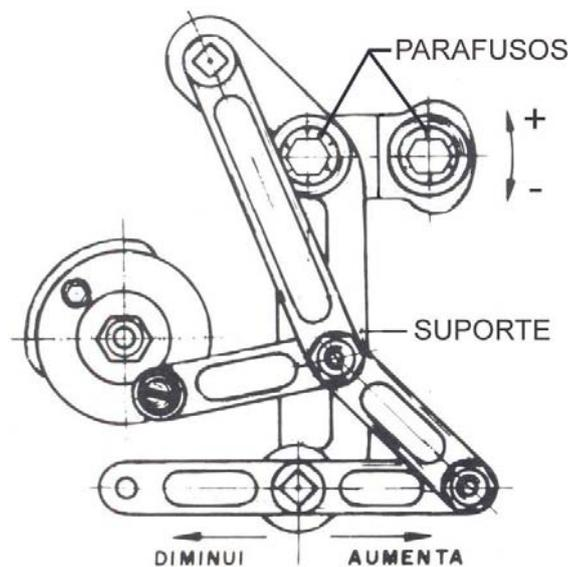

Figura 25
- ✓ Soltar os parafusos que fixam o suporte do estica-fio (figura 25);